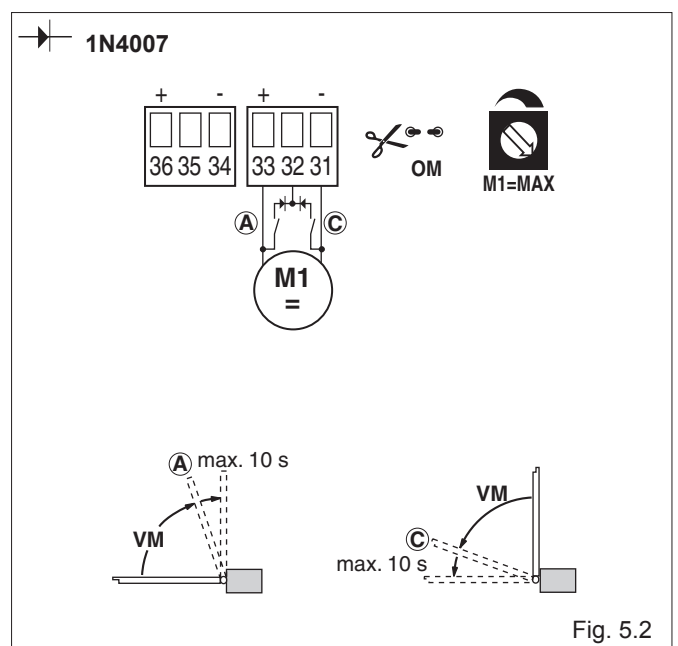

Fig. 5.2
- (Fig. 5.2) **Utilisation avec fin de course de ralentissement**